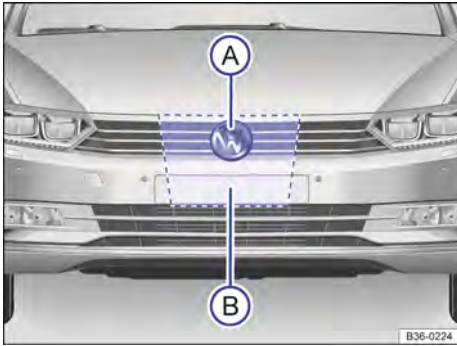

Fig. 175 Na grade do radiador, atrás do logo Volkswagen: sensor do radar (A) e área que deve ser mantida livre em volta do sensor do radar (B).
Para a captação da situação do trânsito está instalado um sensor do radar → Fig. 175 (A) na grade do radiador atrás do logotipo da Volkswagen.